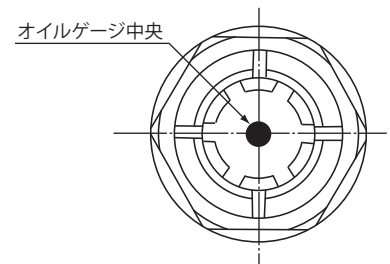

図 7-1 オイルゲージ
- 油潤滑機種・油潤滑部の場合、停止時に油面レベルがオイルゲージ中央(図 7-1)位置にあるか。